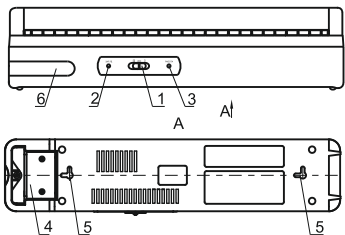

Рисунок 6 ДБА 3928
4.1.3 Светильник ДБА 3928 (рисунок 6)